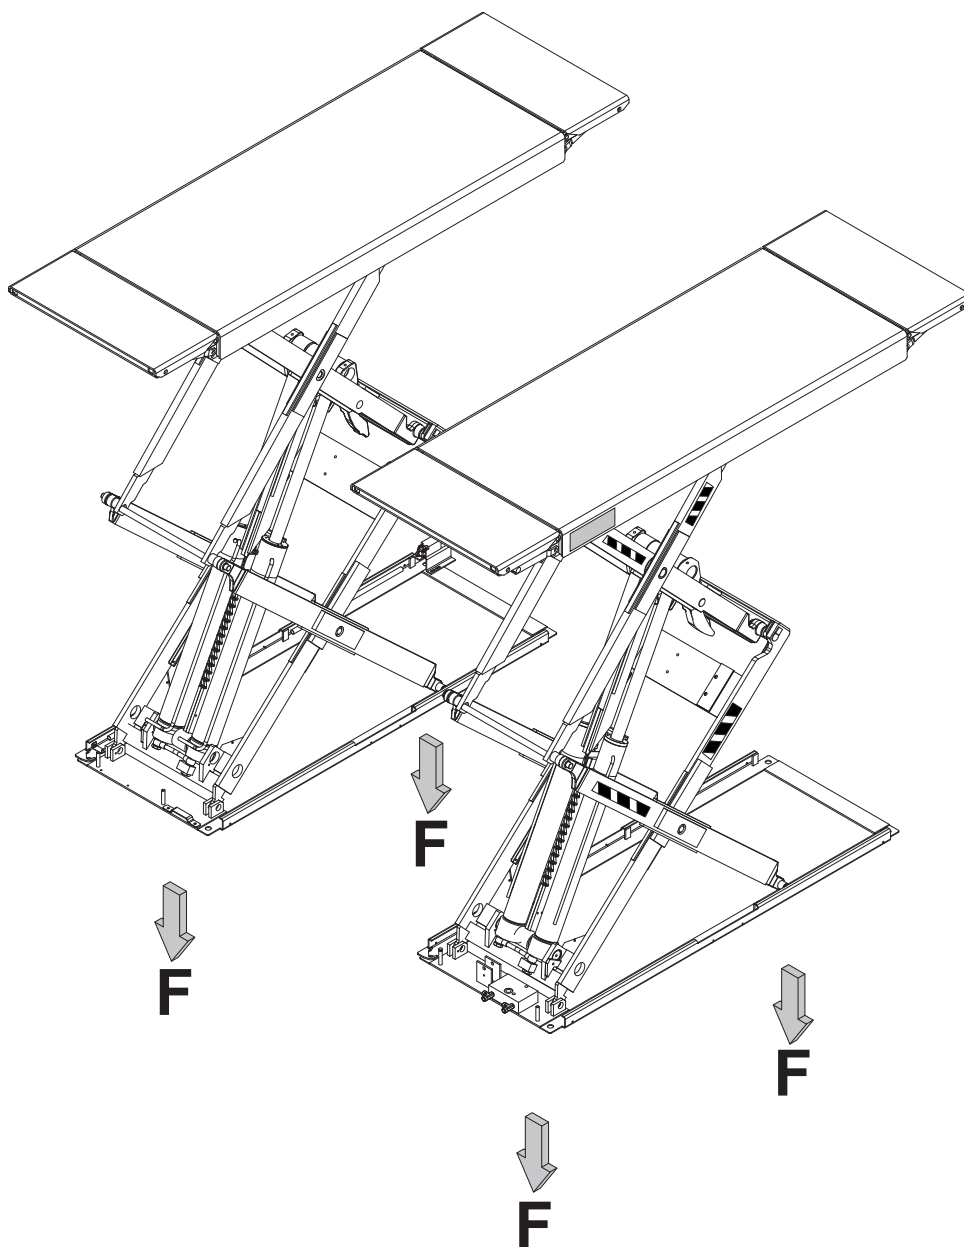
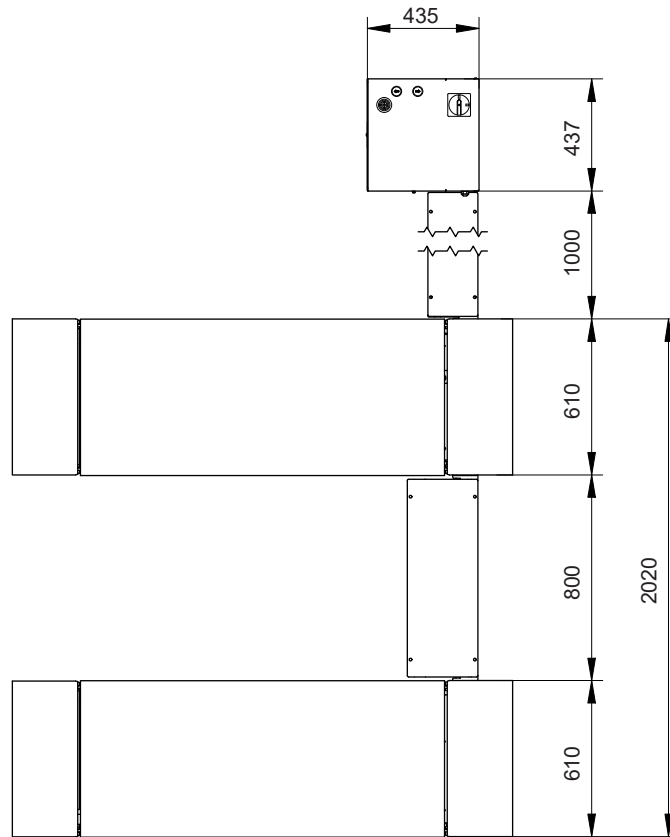
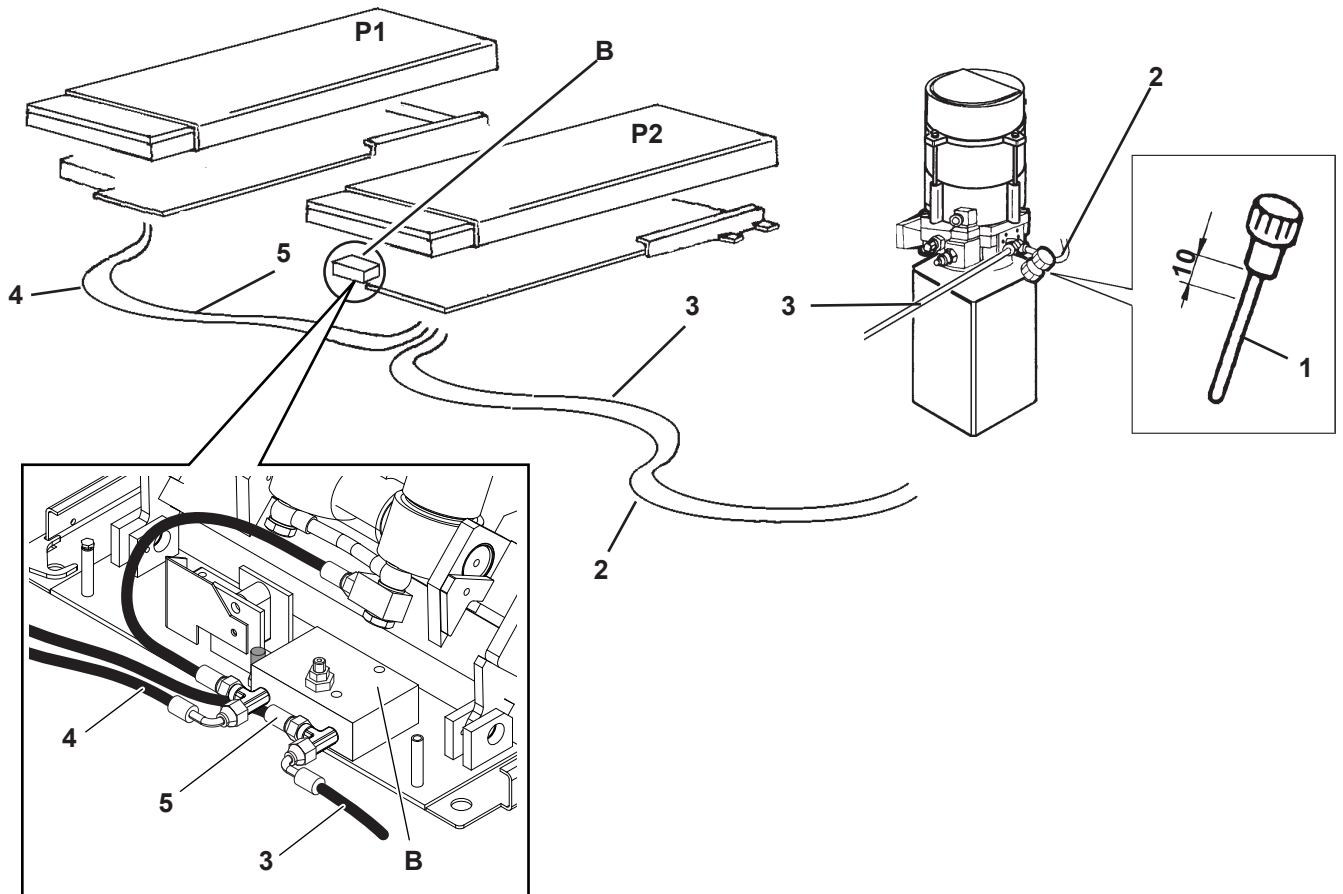

Fig. 10
Fig. 11
Fig. 12
Tali forze (vedi Fig.10) sono pari a Kg 1900.
These forces, indicated in Fig. 10, are equal to 1900 Kg.
Diese Kräfte (siehe Abb. 10) betragen 1900 kg.
Ces forces (voir Fig. 10) correspondent à 1900 kg.
Dichas fuerzas (ver Fig. 10) equivalen a 1900 kg.
Posizionare le pedane e il mobiletto di comando (vedi Fig. 11) alla giusta distanza fra loro tenendo presente che la pedana P2 è quella in cui è montato nella base il blocco della valvola di riallineamento indicato con B nella Fig. 12.
Estrarre da sotto la pedana P2 i due tubi indicati con 2 e 3, togliere i rispetti tappi e collegarli alla centralina come si vede in Fig. 12. Sostituire nella centralina idraulica il tappo-asta di livello 1. Verificare che il livello dell'olio sia circa a 10 mm dal tappo stesso.
Place the footboards and the control unit in position (see Fig. 11), the right distance apart, bearing in mind that the footboard P2 is the one with the realignment valve block fitted in the base as shown with B in Fig. 12.
Remove the two tubes 2 and 3 from beneath the footboard P2, remove the plugs and connect them to the central unit as shown in Fig. 12.
Die Fahrschienen und den Schaltschrank (siehe Abb. 11) in der untereinander richtigen Entfernung positionieren und dabei berücksichtigen, dass der Block des Ausgleichsventils, gekennzeichnet mit (B) auf der Abb. 12 am Grundrahmen der Fahrschiene P2 montiert ist.
Die zwei mit 2 und 3 gekennzeichneten Leitungen unter der Fahrschiene P2 herausziehen, die entsprechenden Pfropfen entfernen und die Leitungen gemäss Abb. 12 im Schaltschrank anschliessen. Im Hydraulikaggregat den Pfropfen durch die Ölstandschraube mit Pegelstab 1 ersetzen. Sicherstellen, dass der Ölstand ca. 10 mm unterhalb der Ölstandschraube liegt.
Positionner les chemins de roulement et le boîtier de commande (voir Fig. 11) en les maintenant à la juste distance et en tenant compte du fait que le chemin de roulement P2 est celui dont la base est équipée de la vanne de réaligement indiquée par la lettre B à la Fig. 12.
Extraire les deux tuyaux marqués 2 et 3 par le dessous du chemin de roulement P2, les libérer de leurs bouchons respectifs et les relier au boîtier de commande comme indiqué à la Fig. 12. Dans l'unité hydraulique, remplacer le bouchon-jauge 1. Vérifier que le niveau de l'huile se trouve à environ 10 mm du bouchon.
Coloque las tarimas y el mueble de mando (ver Fig. 10) a la distancia adecuada, teniendo en cuenta que en la base de la tarima P2 está montado el grupo de la válvula de realineación, indicado con B en la Fig. 12.
Extraiga de debajo de la tarima P2 los dos tubos indicados con 2 y 3, quite los respectivos tapones y conéctelos a la centralita como se ve en la Fig. 12.